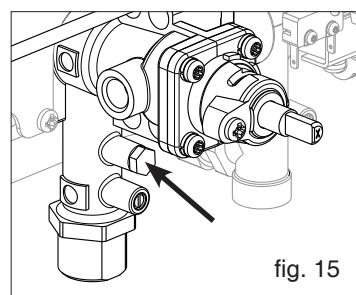

fig. 15
- Remover a tampa de proteção (fig. 15)